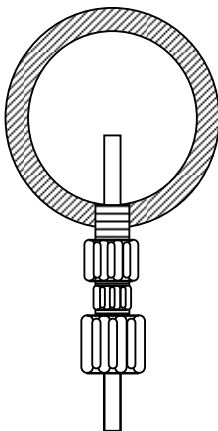

**Fig. 5**
- Montaggio della pompa al coperchio del serbatoio (fig. 5).
- Per impedire l'intasamento ed il malfunzionamento della valvola di fondo, utilizzare sempre un filtro sull'estremità della tubazione d'aspirazione (fig. 5). Tale valvola di fondo con filtro dovrebbe essere sempre collocata 2 - 5 cm sopra il fondo del serbatoio. Ciò impedisce che la valvola sia ostruita da tutte le sostanze solide che potrebbero sedimentarsi sul fondo del serbatoio. Il serbatoio e la valvola di fondo con filtro devono essere puliti regolarmente perché sia garantito un funzionamento continuo e senza guasti. Se la sostanza chimica pompata forma sedimenti nella soluzione, oppure è difficilmente o parzialmente solubile (ad es.  $\text{Ca}(\text{OH})_2$ ), al serbatoio della sostanza chimica deve essere applicato un mescolatore elettrico, disponibile in varie fogge motorizzate e di montaggio. Contattare il fornitore per procurarsi il mescolatore.